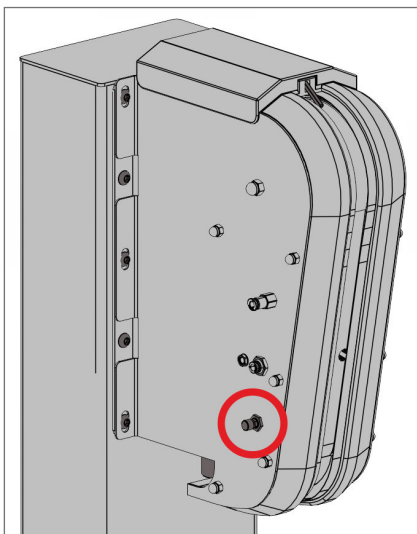

Abb. 42 Drosselventil betätigen
05. Stellen Sie sicher, dass der Kronkorken mittig an den Magneten des Verkorkerkopfs anliegt. Wenn der Kronkorken nicht zentriert ist, erhöhen oder verringern Sie den Druckluftimpuls über das Drosselventil (Abb. 42).